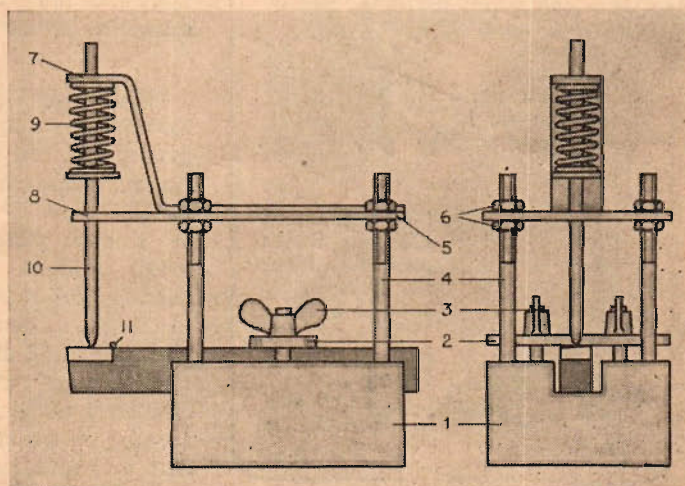

Fig. 17.
- 4) Svarvstålsskaftet fastsättes i en lödfixtur (fig. 17). Denna består av en fästplatta 1 med ett upp-